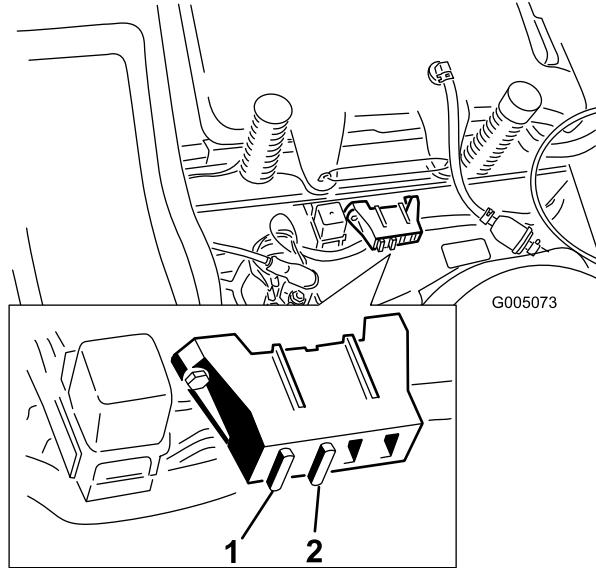

Figura 34
- Levante el asiento para tener acceso al portafusibles (Figura 34).
- Para cambiar un fusible, tire del fusible para retirarlo (Figura 34).